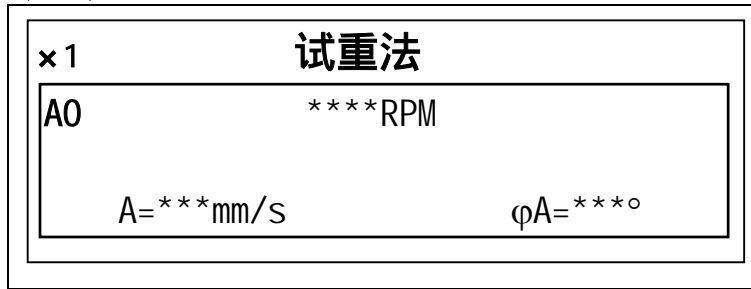
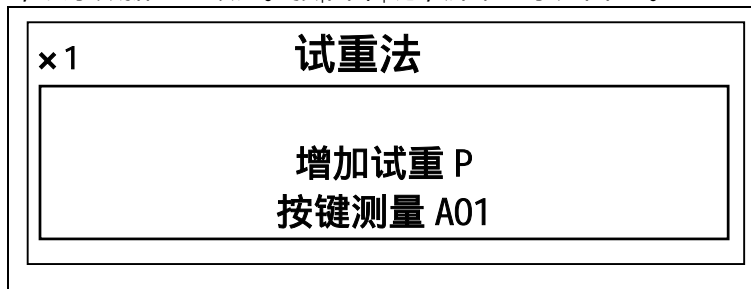
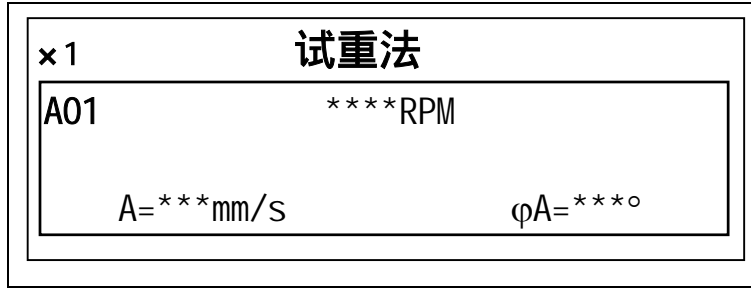

图4-8
图4-9
图4-10
(2) 按|回车|键，屏幕显示如图4-8
(3) 当图4-8中的测量值稳定下来后，按|保持|键，屏幕右上角出现“ ** ”，表示数据已经锁定。按|回车|键，屏幕显示如图4-9。
启动转子，按动|回车|键，屏幕显示如图4-10。
(5) 当图4-10中的转速稳定在与图4-8相同的转速，且振动量A及角度φA稳定下来后，按|保持|键，屏幕右上角出现“**”，锁定读数。此时的A、φA值会明显不同于图4-8，否则说明所加试重太小。
按|回车|键，屏幕显示如图4-8。当转速稳定在“动平衡转速”，A及 ϕ_A 值读数稳定时，按|保持|键锁定。可以看到振动量A值比加配重前明显减小了。